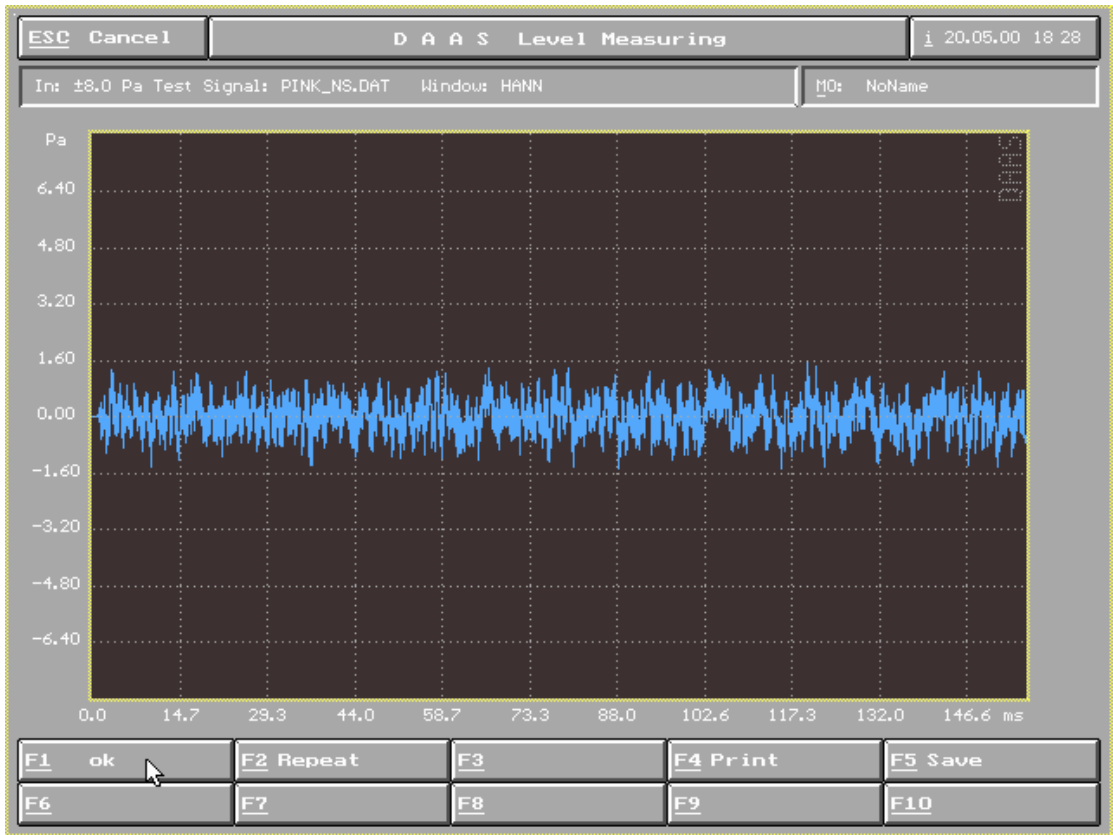
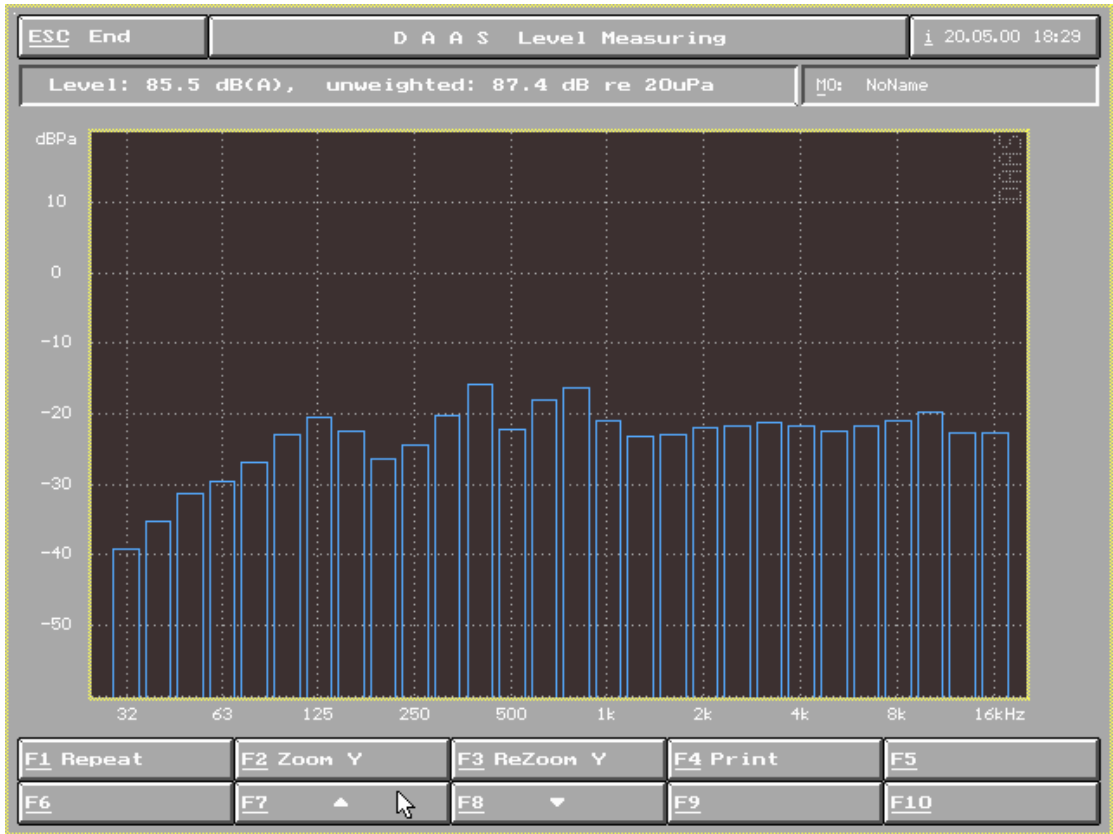

图 47
图 48
- 4) 选择 F1 OK(图 47)得到声压柱状图(图 48)调整座标按 F2、F3、F7、F8